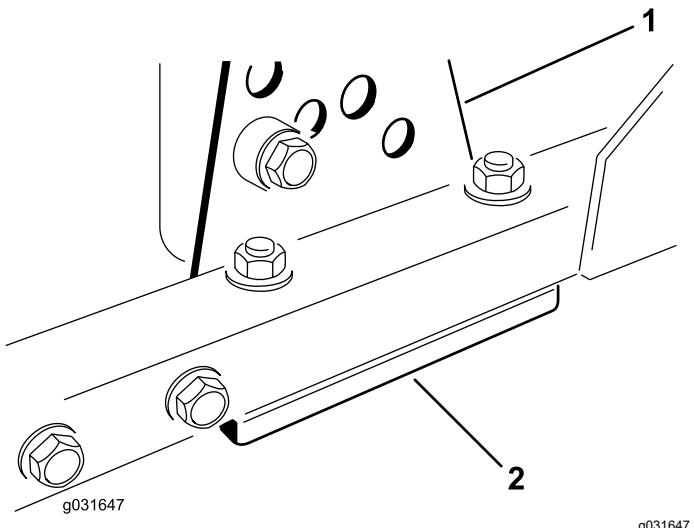

図 71
- 刈り高ブラケット前、左、右をカッティングユニットのフレームから外す図 71。
2. カッティングユニットのフレームとブラケットとの間に厚さ 1.5mm または 0.7mm のシム、場合によってはこれらの両方を挿入して、希望する刈高を達成する 図 71。
3. 余ったシムを刈り高ブラケットの下に入れ、刈り高ブラケットをカッティングユニットのフレームに取り付ける 図 71。